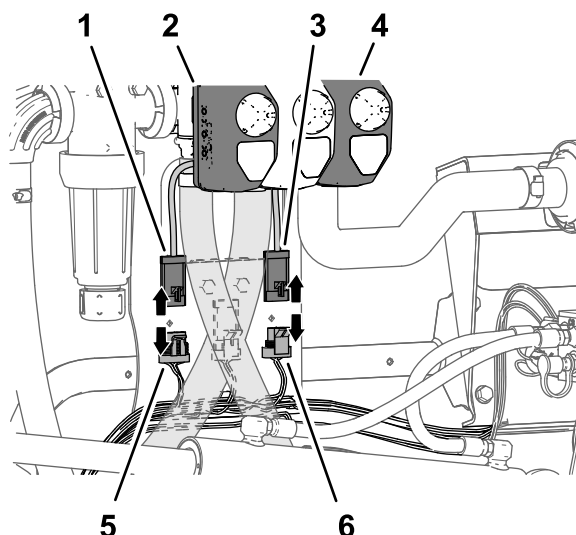

Рисунок 30
от 4-штыревого разъема привода клапана интенсивности опрыскивания (Рисунок 30).
3. Отсоедините 3-гнездовой разъем жгута проводов машины с маркировкой MASTER SPRAY VALVE (ГЛАВНЫЙ КЛАПАН ОПРЫСКИВАТЕЛЯ) от 3-штыревого разъема привода главного клапана опрыскивателя (Рисунок 30).